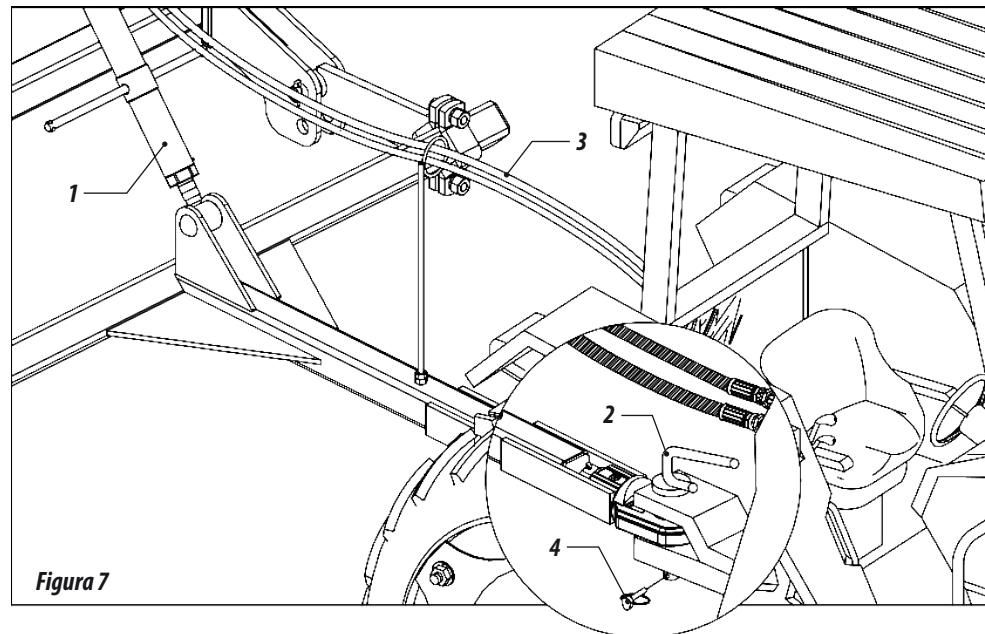

Figura 7
- 01 - Nivela o cabeçalho da semeadora em relação ao engate do trator através do regulador (1).
- 02 - Proceda o engate da semeadora ao trator através do pino de engate (2) coloque a trava (4), **Figura 7**.
- 03 - Acople as mangueiras (3) no engate rápido do trator.